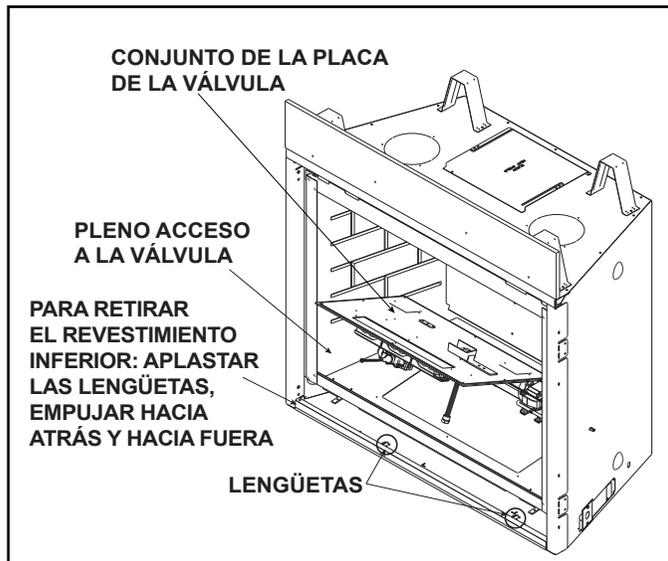

Figura 9.4 Acceso a la válvula de gas
- Retire la barrera decorativa frontal, el vidrio, los troncos, el conjunto de la bandeja base, el conjunto del quemador y el conjunto de la placa de la válvula. Consulte la Figura 9.4.